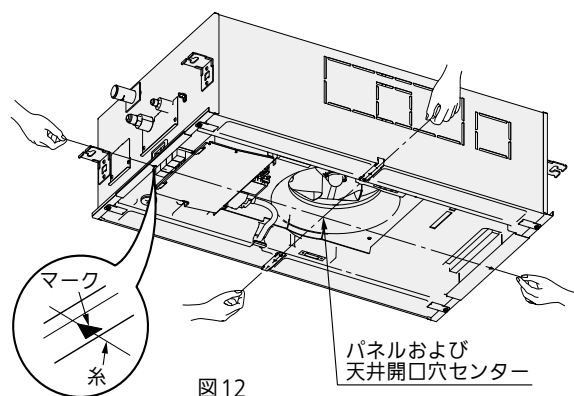

図 12
- ③ また、室内ユニット下面の▲マーク刻印をひもで結びパネルおよび天井開口穴センターになります。（図 12）
\* 図 12 は、22～90 形です。112～160 形も同様に作業してください。